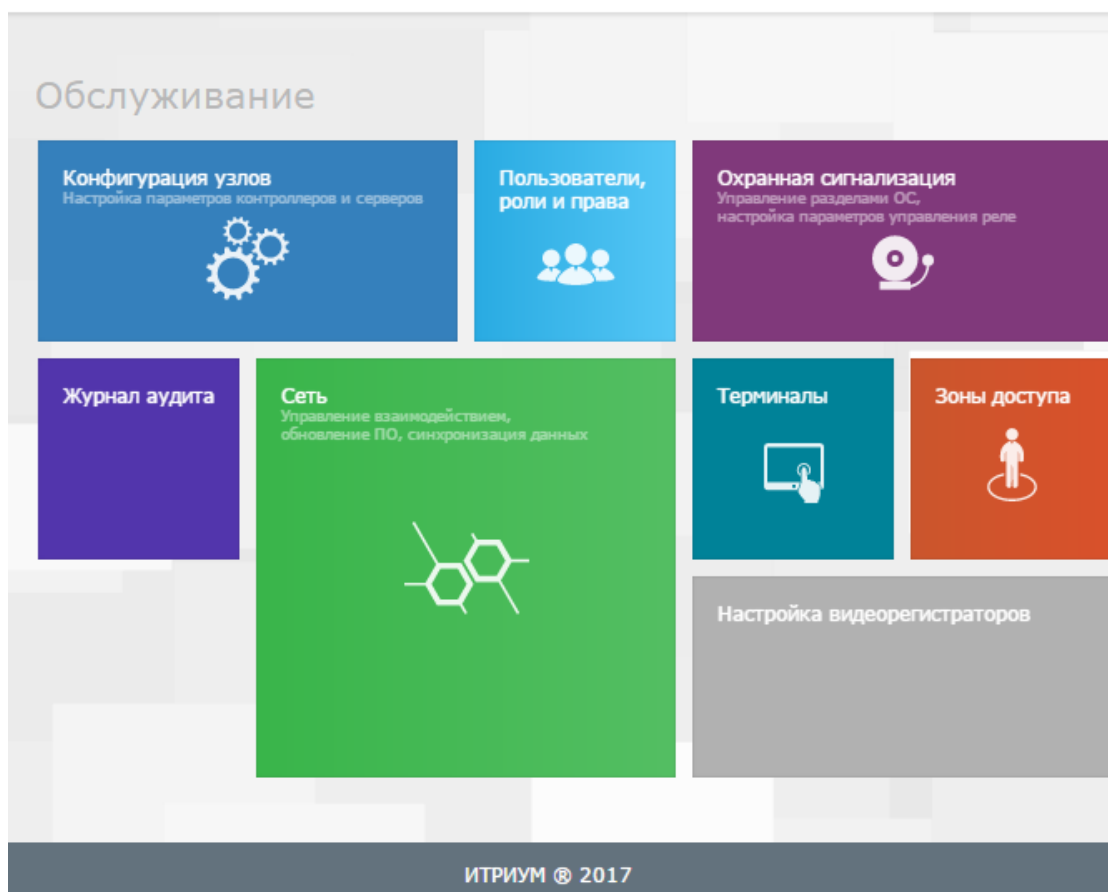

Рисунок 9.30 — Рабочий стол. Блок **Обслуживание**
2. Блок **Обслуживание** (рисунок 9.30) содержит перечень приложений по настройке и обслуживанию узлов и общих ресурсов системы: